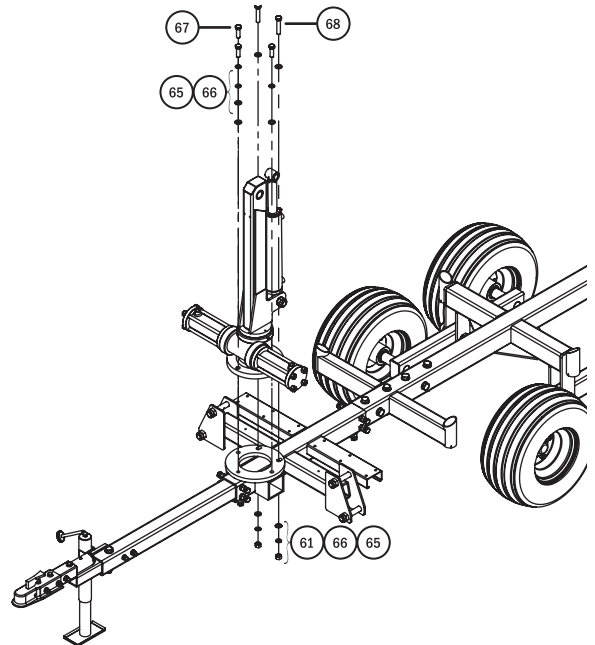

Fig. 8
Étape 11 : Installez l'ensemble flèche verticale. Retirez les boulons et les écrous utilisés pour monter l'ensemble flèche verticale (40) sur la base du châssis du stabilisateur (41). Comme indiqué sur la **fig. 8**, avec l'aide d'une deuxième personne ou à l'aide d'un dispositif de levage, placez l'ensemble flèche verticale (40) sur la base du châssis stabilisateur. Alignez les trous et réinstallez les boulons (67 et 68), les rondelles plates (66), les rondelles de blocage (66) et les écrous (61), puis serrez les fixations entre 163 et 183 Nm (120 et 135 pi-lb).